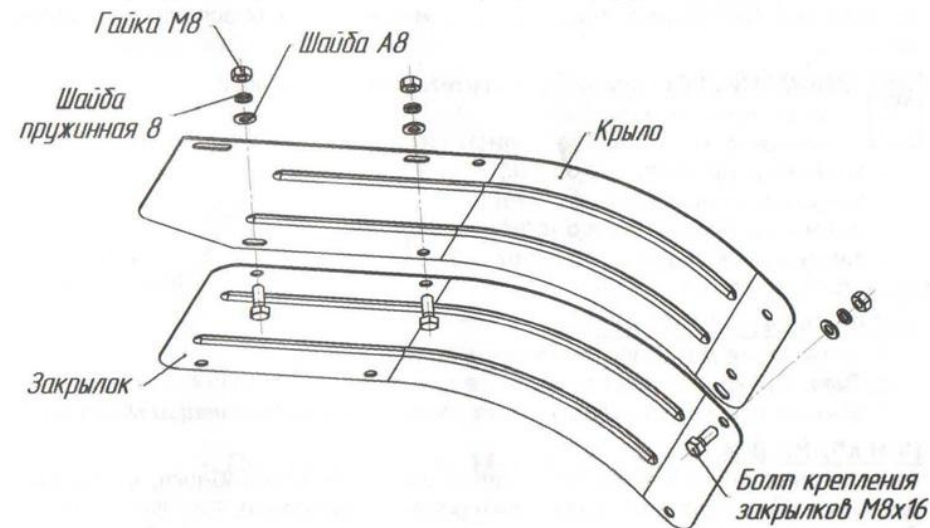

Рис.8. Схема крепления закрылков (дополнительных крыльев)
29. Защитные устройства и щитки должны быть установлены на соответствующие места и надежно закреплены с помощью исправного стандартного инструмента (рис.8).
12. При работе с фрезами-культиваторами необходимо установить закрывки (рис.8).